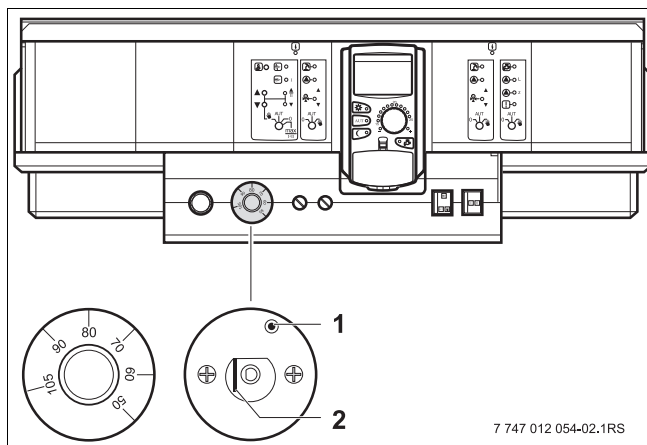

Рис. 15 Срабатывание предохранительного ограничителя температуры
- Вытяните кнопку регулятора температуры (TR).
- Нажмите отверткой на рычажок или кнопку (→ рис. 15, стр. 29) (в зависимости от типа системы управления) и держите так, пока сработает предохранительный ограничитель температуры.